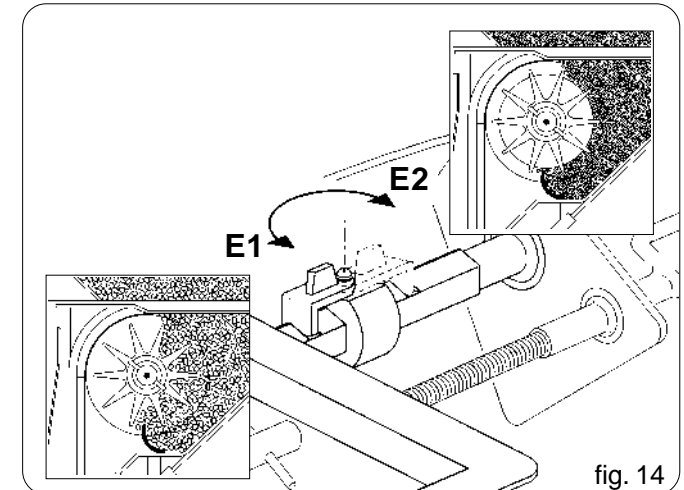

fig. 14
La posizione «E1» (Fig. 14) consente un'apertura della saracinesca sulla scala graduata da 0 a 110 con la massima capacità di distribuzione del rullo dosatore; viceversa nella posizione «E2» un'apertura della saracinesca da 0 a 25 e con una riduzione della portata del rullo. È importante ricordare che occorre sempre chiudere completamente la saracinesca (allo 0 della scala graduata) per invertire la posizione della molla di blocco (E).
The position "E1" (Fig. 14) enables the gate to be opened on a graduated scale, ranging from 0 to 110, with maximum capacity of the dosing roller; in the "E2" position, on the other hand, there is a gate opening range of 0 to 25 and the capacity of the roller is reduced. It is important always to remember to close the gate completely (0 on the graduated scale) in order to invert the position of the locking spring (E).
Die Stellung "E1" (Abb. 14) ermöglicht das Öffnen des Schiebers auf der Gradskala von 0 bis 110 und mit maximaler Säleistung der Dosierrolle. Die Stellung "E2" ermöglicht dagegen das Öffnen des Schiebers von 0 bis 25 mit reduzierter Säleistung der Dosierrolle. Es ist wichtig darauf hinzuweisen, daß der Schieber immer vollständig geschlossen werden muß (auf 0 der Gradskala stellen), um die Position der Sperrfeder (E) umzukehren.
La position "E1" (fig. 14) permet l'ouverture de la vanne sur l'échelle graduée de 0 à 110 avec le maximum de la capacité de distribution du rouleau doseur; tandis que la position "E2" permet une ouverture de la vanne de 0 à 25 et une réduction du débit du rouleau. Il est important de fermer complètement la vanne (au 0 de l'échelle graduée) pour inverser la position du ressort de blocage (E).
La posición "E1" (Fig. 14) permite una abertura de la persiana sobre la escala graduada de 0 a 110 con la máxima capacidad de distribución del rodillo dosificador; mientras en la posición "E2" permite una abertura de la persiana de 0 a 25 que comporta una reducción de la capacidad del rodillo.